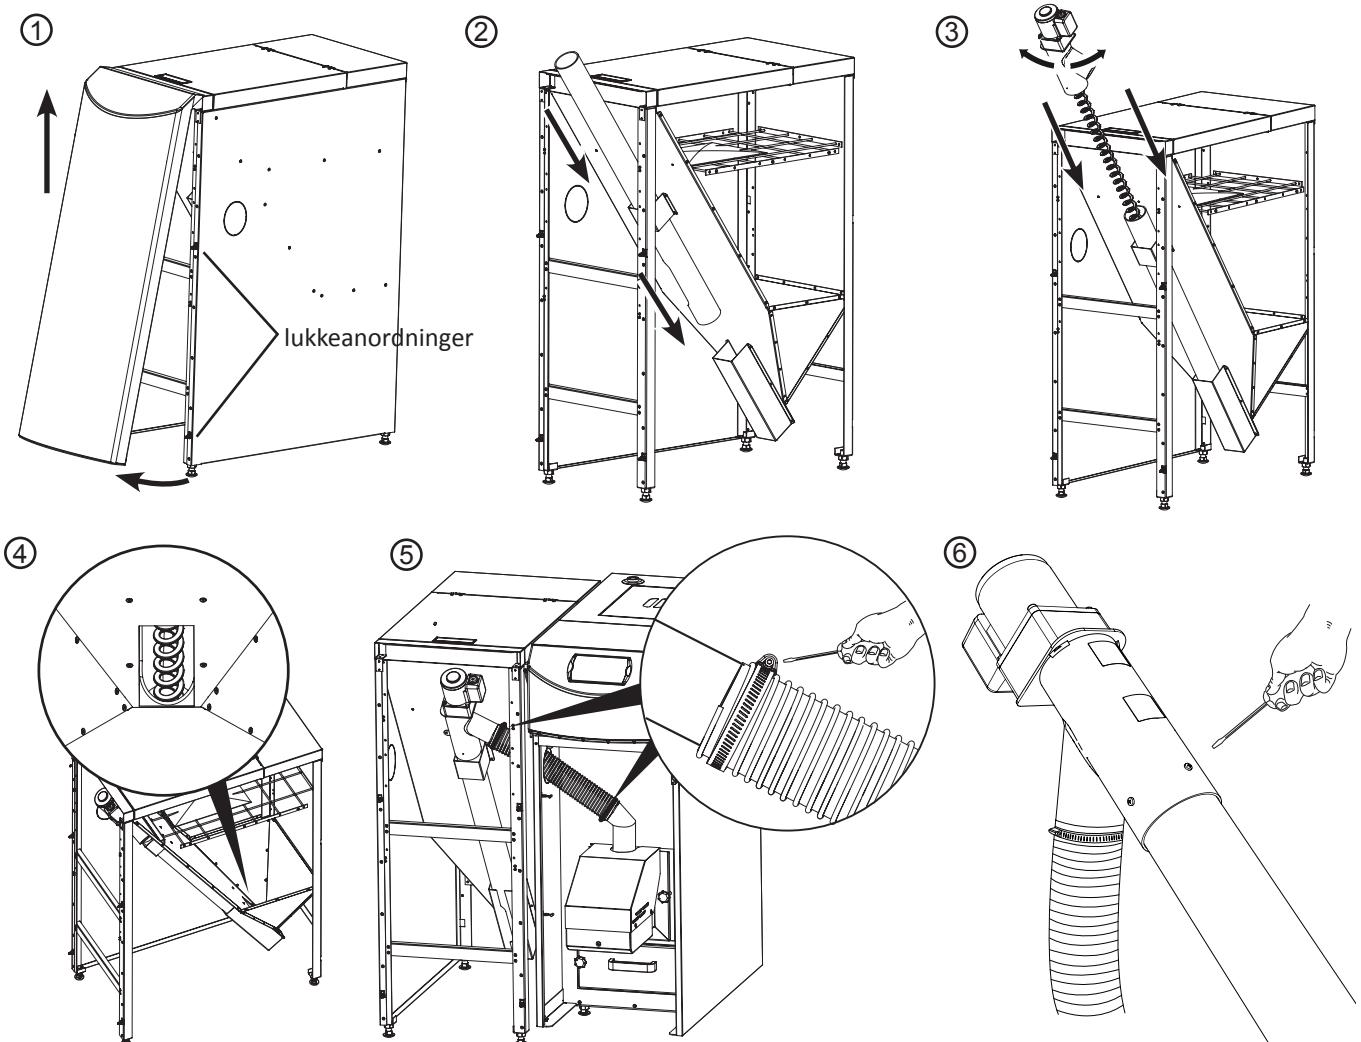

Fig. 8 Installation af sæt.
1. Demonter beholderens frontplade, ved at grib den nedefra, og trække den hen mod sig, indtil det øjeblik, hvor den er løsnet fra de fire lukkeanordninger. Herefter skubbes frontpladen opad, for at demontere den fuldstændigt. (Fig. 8, pos.①).
2. Føderøret skal følgende anbringes i rillen anbragt umiddelbart under beholderens fødetragt (Fig. 8, pos.②).
3. Efter at have valgt hvilken side man ønsker for træpille-føderen til transportrøret fernes gearmotor sammen med fødespiralen (Fig. 8, pos.③).
4. Transportrøret monteres på en måde, som angivet på Fig. 8, pos.④.
5. Fastgøring af det fleksible ledningsrør med en spændbøjle til forbindelsesleddet mellem føderen og brænderens føderør (Fig. 8, pos.⑤).
7. Efter fastsættelse af den optimale vinkel på forbindelsesleddet, laves huller i transportrøret ved hjælp af et ø3 bor (gennem huller i forbindelsesrøret), og derefter skrues de sammen ved hjælp af de vedlagte skruer (Fig. 8, pos.⑥).